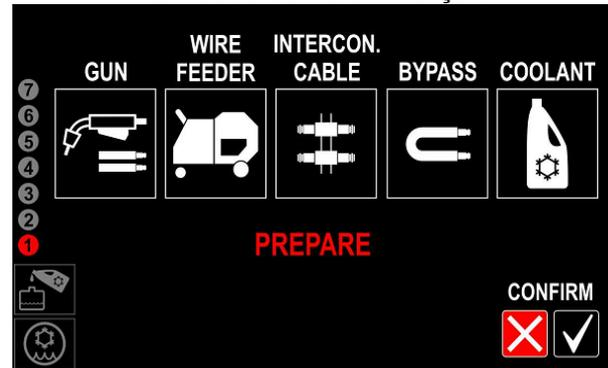

Figura 14
- Quando o **COOL ARC® 60** é ligado pela primeira vez, a fonte de soldadura iniciará automaticamente o procedimento de enchimento (Figura 14 ou 22). Retire a tampa do depósito para evitar gerar um vácuo parcial.